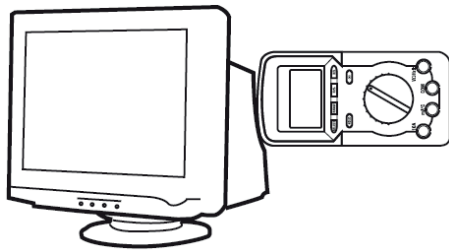

Fig. 4
2. Deplasați încet senzorul „**EMF**” în direcția echipamentului testat până ce nu atinge acest echipament (vezi Fig. 4).